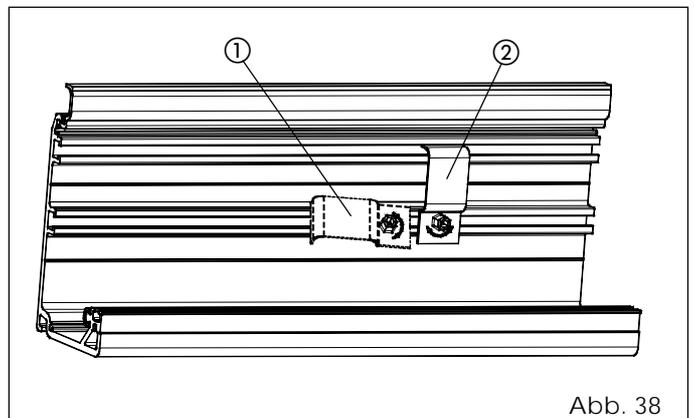

Abb. 38
Die mitgelieferten Kabelführungen parallel zum Profil montieren (Abb. 38 - Bez. ①), dann um 90° drehen, um die Sperre zu bewirken (Abb. 38 - Bez. ②).